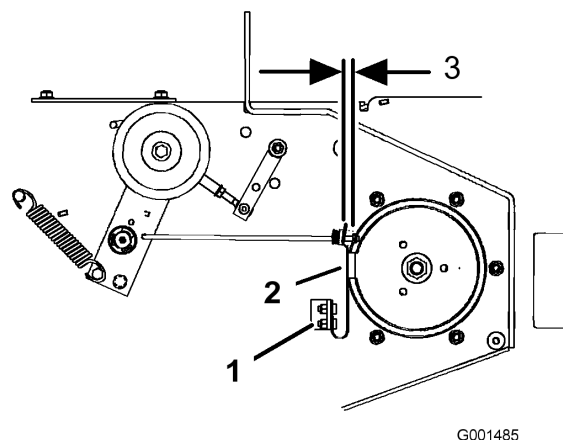

Figure 61
3. Le cas échéant, ajustez les boulons de fixation de ressort de sorte que la plaquette de frein de lame frotte contre les deux côtés de la gorge de la poulie (Figure 61).
4. Ajustez l'écrou à l'extrémité de la tige de frein jusqu'à ce que l'écrou et l'entretoise soient espacés de 3 à 5 mm (1/8 à 3/16") (Figure 61).